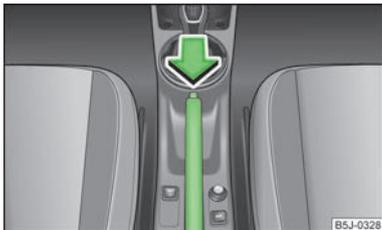

Fig. 77
- Tirez légèrement le levier de frein à main vers le haut et enfoncez **en même temps** le bouton de verrouillage » fig. 77.